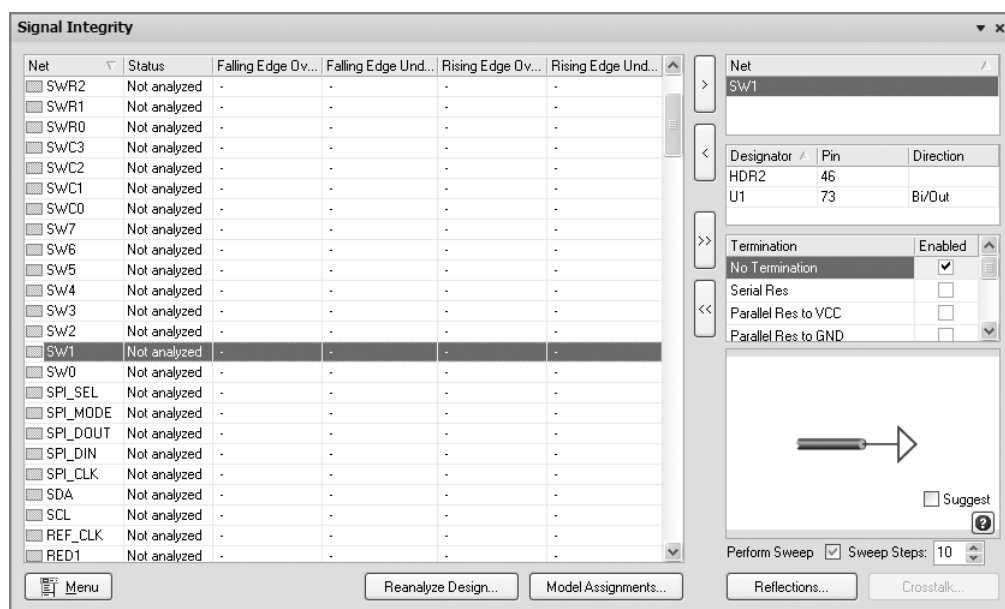

图 13-40 选择 SW1 信号
- 3) 选中 SW1 信号，单击 按钮将 SW1 信号添加到“Net”（网络）窗口中，在下面窗口中显示出与 SW1 信号有关的元器件 HDR2、U1，如图 13-40 所示。